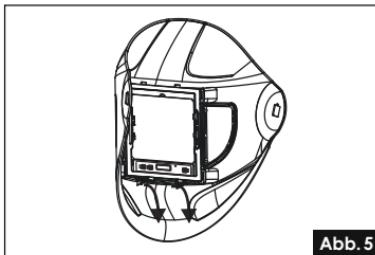

Abb.5
1. Entfernen Sie die vordere Schutzscheibe mit Hilfe der seitlichen Befestigungsclips (siehe Abb. 5 – 6).